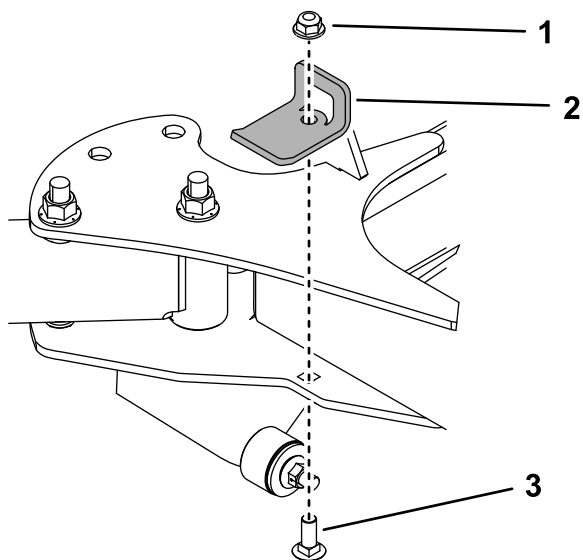

Figura 13
10. Utilice un perno de cuello cuadrado ( $\frac{3}{8}$ " x 1") y una contratuerca ( $\frac{3}{8}$ ") para instalar el soporte de tope en el lado derecha de la máquina (Figura 13). Apriete el perno a 37–45 N·m (27–33 pies-libra).